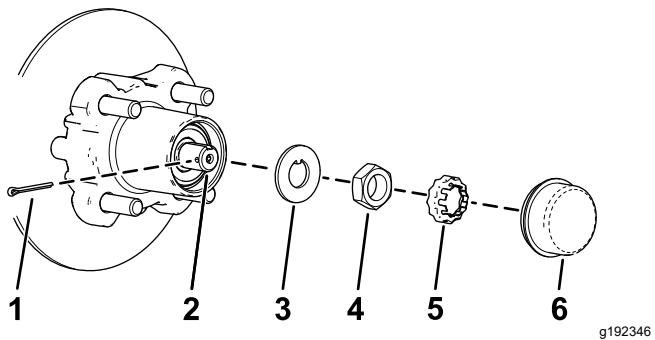
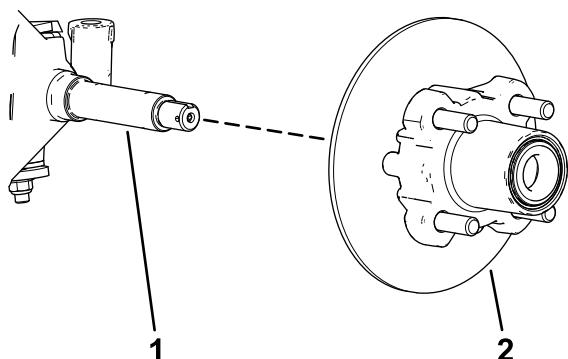

Bild 34
Bild 35
4. Nehmen Sie den Staubdeckel von der Radnabe ab (Bild 34).
- 5. Nehmen Sie den Splint und die Mutterbefestigung von der Spindel und der Spindelmutter ab (Bild 34).
- 6. Nehmen Sie die Spindelmutter von der Spindel ab und trennen die Radnabe und den Drehzylinder von der Spindel ab (Bild 34 und Bild 35).